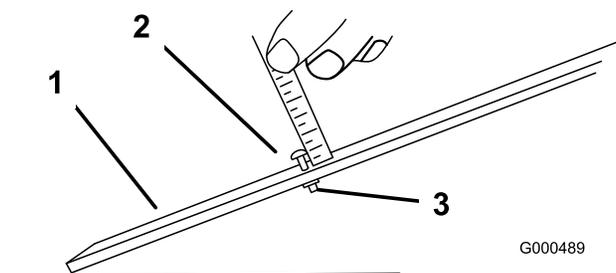

Рисунок 55
- Ослабьте гайку измерительной планки (Рисунок 55) и установите регулировочный винт на необходимую высоту скашивания. Расстояние между нижней частью головки винта и лицевой поверхностью планки равно высоте скашивания.